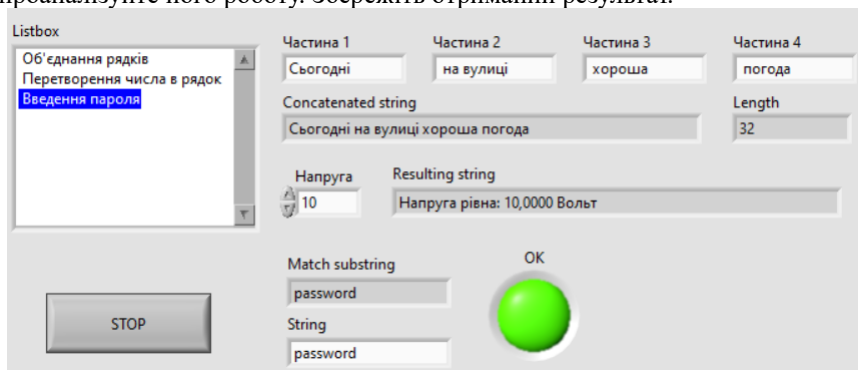

Рис. 27
8. Передня панель ВП представлена на рис. 27. Запустіть ВП і проаналізуйте його роботу. Збережіть отриманий результат.